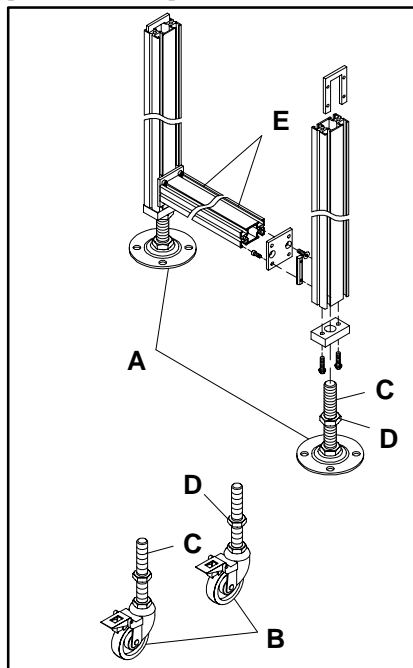

Figure 1: Pieds en aluminium standard
Pieds en aluminium (Figure 1)
Les pieds en aluminium sont disponibles soit avec des plaques de fixation au sol (A de la figure 1) ou en option des roulettes pivotantes de 102 mm de diamètre et double blocage (B). Les brides de fixation au sol ou les montages à roulettes possèdent des axes filetés qui permettent ± 51 mm de réglage. Faites pivoter l'axe fileté (C) dans l'un ou l'autre sens pour obtenir la hauteur désirée, puis bloquez la position en serrant le contre-écrou de blocage (D). La mise en place du blocage double de la roulette empêche celle-ci, à la fois de pivoter et de rouler. Les blocages sont commandés par pression avec le pied.